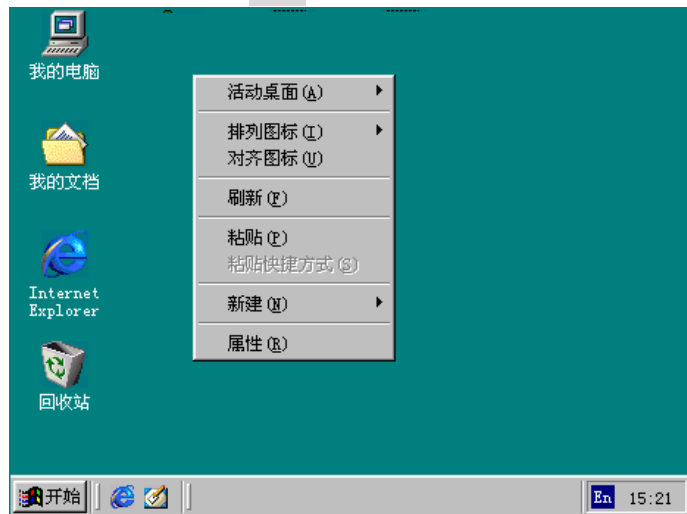

图 4-1
1. 在 Windows 主窗口中央单击右键，弹出如图 4-1 所示菜单项：